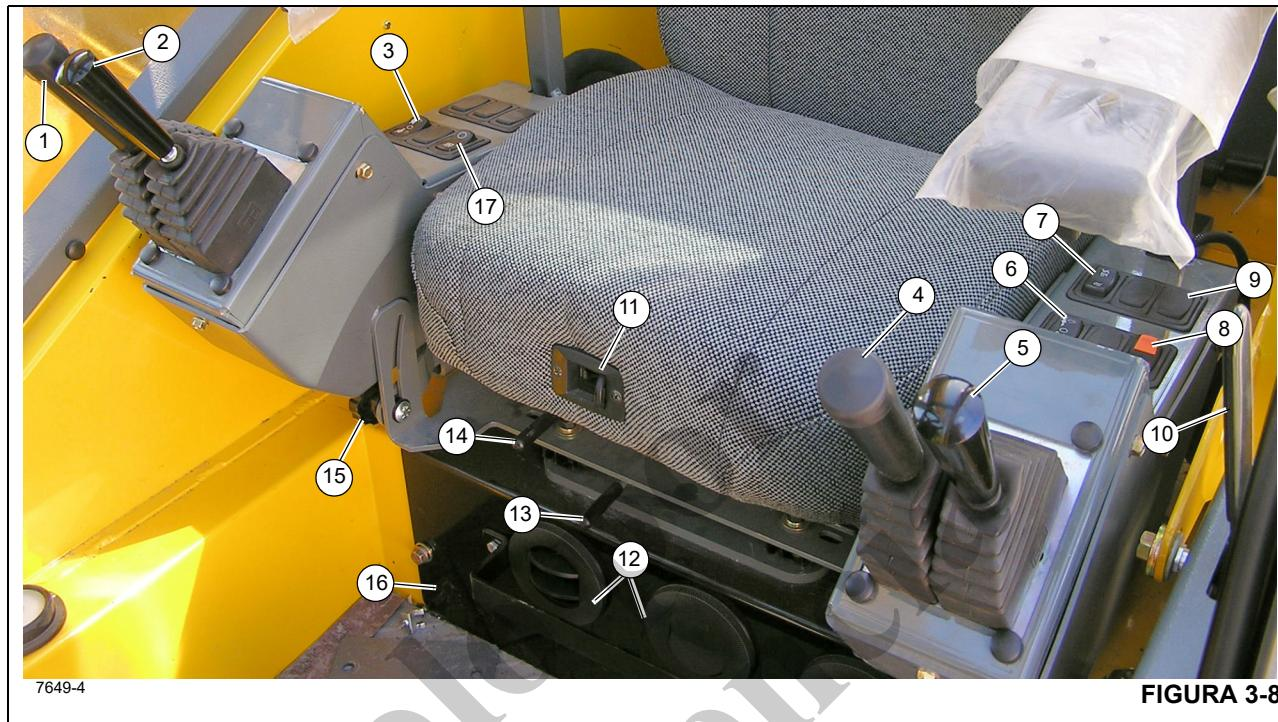

Figura 3-8 - Números de artículos
El indicador de diferencial del eje bloqueado (22) (Figura 3-6) se encuentra en la pantalla de medidores en la columna de dirección. Este indicador se ilumina en ámbar después de mover el interruptor de bloqueo del diferencial (10) (Figura 3-8) a la posición de BLOQUEO con los interruptores de bloqueo del diferencial del vehículo en cada eje cerrados. En la posición de BLOQUEO, no hay acción diferencial entre las ruedas.
El control del malacate principal (1) (Figura 3-8) se encuentra en el apoyabrazos derecho. Cuando se mueve la palanca hacia adelante, el cable desciende. Cuando se tira hacia atrás, el cable se eleva.
El control de elevación de pluma (2) (Figura 3-8) se encuentra en el apoyabrazos derecho. Cuando la palanca se coloca hacia adelante, se baja la pluma, o cuando se la coloca hacia atrás, se eleva la pluma.
El interruptor selector de velocidad del malacate principal (3) (Figura 3-8) es un interruptor de contacto mantenido, de tres posiciones (alta/apagado/baja), que se encuentra en el apoyabrazos derecho. Si se coloca el interruptor en la posición alta, esto habilita las funciones del malacate y energiza el solenoide de alta velocidad del malacate principal, lo que tiene por resultado altas velocidades del cable. Si se coloca el interruptor en la posición central de apagado, esto evitará el funcionamiento del malacate. Si se coloca el interruptor en la posición baja, esto habilita las funciones del malacate principal y desenergiza el solenoide de alta velocidad del malacate principal, lo que tiene por resultado bajas velocidades del cable.
El control de telescopización o del malacate auxiliar (TELE o AUX) (4) (Figura 3-8) se encuentra en el apoyabrazos izquierdo. La palanca controla las funciones de telescopización cuando la grúa no está provista de malacate auxiliar. Empuje la palanca de control hacia adelante para extender la pluma, o tire de la palanca de control hacia atrás para retraerla.
El interruptor selector de velocidad del malacate auxiliar (6) (Figura 3-8) es un interruptor de contacto mantenido, de tres posiciones (alta/apagado/baja), que se encuentra en el apoyabrazos izquierdo. Si se coloca el interruptor en la posición alta, esto habilita las funciones del malacate auxiliar y energiza el solenoide de alta velocidad del malacate auxiliar, lo que tiene por resultado altas velocidades del cable. Si se
El interruptor de dirección trasera (7) (Figura 3-8) es un interruptor tipo basculante de tres posiciones, con retorno por resorte a la posición de apagado, y se encuentra en el apoyabrazos izquierdo. Presione la parte inferior del interruptor para accionar una válvula de control que gira las ruedas traseras hacia la izquierda, lo cual hace que la grúa vire hacia la derecha. Presione la parte superior del interruptor para accionar una válvula de control que gira las ruedas traseras hacia la derecha, lo cual hace que la grúa vire hacia la izquierda. Cuando las ruedas no están centradas, la luz del indicador de ruedas traseras no centradas en la columna de dirección se enciende. Cuando se suelta el interruptor, éste vuelve a la posición central de apagado.
El interruptor del freno de giro (8) (Figura 3-8) se encuentra en el apoyabrazos izquierdo. Este interruptor de dos posiciones (ON/OFF) sirve para regular una válvula hidráulica que envía un caudal de presión regulada hacia el freno de giro y desde el mismo. Al colocar el interruptor en la posición ON se aplica el freno de giro y al colocarlo en OFF se suelta el freno de giro. Cuando el interruptor está en la posición de encendido, la luz indicadora roja en la columna de dirección se ilumina. El interruptor tiene un bloqueo para evitar el accionamiento inesperado.
El control de bloqueo del diferencial (Axe Diff) (9) (Figura 3-8) se encuentra en el apoyabrazos izquierdo. Es un interruptor momentáneo de dos posiciones rotulado LOCK (bloquear) y UNLOCK (desbloquear). Con el control en la posición LOCK, las estrías del collar de cambios se engranan en las estrías de la caja del eje para unir el conjunto de diferencial y los semiejes y así eliminar el efecto diferencial entre las ruedas. En la posición UNLOCK existe un efecto diferencial entre las ruedas en todo momento. El
Utilice la palanca del mecanismo de desbloqueo de la puerta de la cabina (10) (Figura 3-8) para abrir o cerrar la puerta de la cabina desde el interior de la cabina.
Para ajustar el respaldo del asiento, presione la perilla de ajuste (11) (Figura 3-8) y luego ajuste el asiento según sea necesario.
La unidad de control de climatización del acondicionador de aire/calefactor de la cabina de la grúa (16) (Figura 3-8) se encuentra en la cabina, debajo del asiento del conductor. Los registros (12) forman parte de la unidad de control de climatización y se pueden ajustar para dirigir el flujo de aire.
El movimiento de la palanca de deslizamiento del asiento (13) (Figura 3-8) sólo deslizará el asiento, hacia adelante o hacia atrás.
El movimiento de la palanca de deslizamiento del bastidor del asiento (14) (Figura 3-8) deslizará el asiento y el bastidor del asiento hacia adelante o hacia atrás.
El apoyabrazos y los controles del apoyabrazos se pueden ajustar por medio de la perilla de ajuste (15) (Figura 3-8). Afloje la perilla y gire todo el apoyabrazos a la posición deseada, vuelva a apretar la perilla una vez que se haya terminado de realizar el ajuste.
Los indicadores de rotación de malacate para el malacate principal y el malacate auxiliar se encuentran en la parte superior de cada palanca de control de malacate (1, 4) (Figura 3-8). Cada indicador se controla electrónicamente por medio de una señal de entrada recibida de un sensor instalado en el malacate correspondiente y una señal de salida de un módulo de control. Cada palanca de control de malacate (1, 4) vibra cuando su malacate está funcionando de manera que el pulgar del operador pueda sentirlo.
El interruptor de aumento hidráulico (17) (Figura 3-8) se encuentra en el apoyabrazos derecho. Este interruptor de dos posiciones se utiliza para controlar la válvula selectora de aumento de velocidad alta. Cuando se coloca el interruptor en la posición de encendido (ON), se energiza la válvula de solenoide. En este estado, la válvula de solenoide detiene el caudal de aceite de la sección N° 2 de la bomba N° 1 a la válvula de dirección trasera/estabilizadores. La válvula de retención de leva se abre para combinar este caudal de aceite con el caudal entregado por la sección N° 1 de la bomba N° 1.